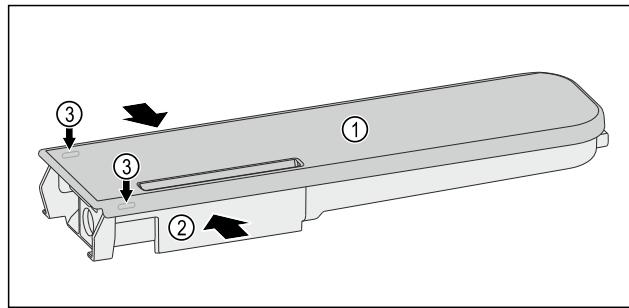

Fig. 145
- Wasserbehälter Fig. 145 (2) zusammendrücken und Deckel Fig. 145 (1) vorsichtig über die Rastnasen Fig. 145 (3) heben und hochziehen.
- Deckel Fig. 145 (1) leicht hin- und herbewegen und nach oben entnehmen.